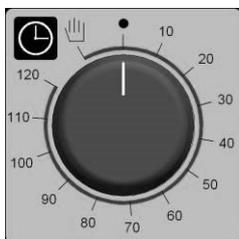

Fig. 3
**Programmazione tempo di cottura** - La messa in funzione del forno si effettua ruotando la manopola del programmatore (Fig. 3) in corrispondenza del simbolo (funzionamento continuato) o in corrispondenza del tempo scelto per la cottura (fino a 120 minuti); nel secondo caso la fine della cottura viene segnalata dallo spegnimento automatico del forno.